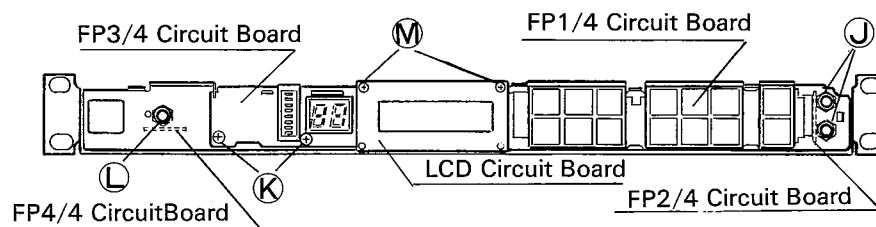

Fig. 5
(Refer to Fig. 5)
- サブシャーシ右端にある六角ナット⑥ (φ2個を外します。(Fig.5参照)
- ADシート上のコネクタを外しFP3/4シートを取出します。(Fig. 5 参照)
- 六角ナット**(L)** ($\phi 7$)を外します。(Fig. 5 参照)
- ネジ**(M)** (2.6×5 ナベ小ネジ) 2本を外します。(Fig. 5 参照)